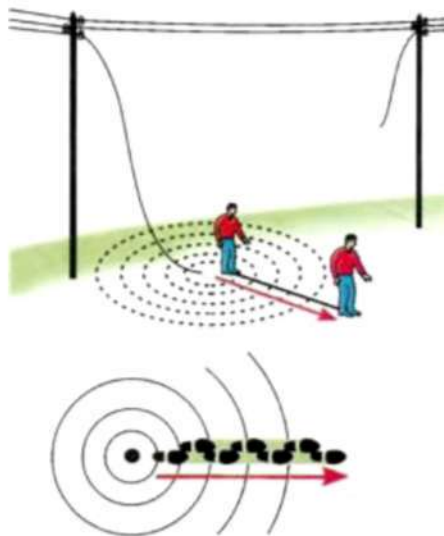

Рис. 4
8.1.8. Работнику, оказавшемуся на расстоянии менее 8 метров от лежащего на земле оборванного провода, для предотвращения попадания под шаговое напряжение, следует выходить из опасной зоны небольшими (не более 0,1 метра) шагами, передвигая ступни по земле, не отрывая одну ногу от другой (рис. 4).